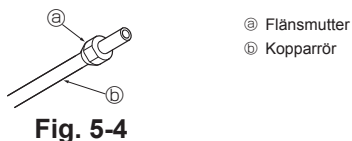

Fig. 5-4
5.2.3. Sätta på mutter (Fig. 5-4)